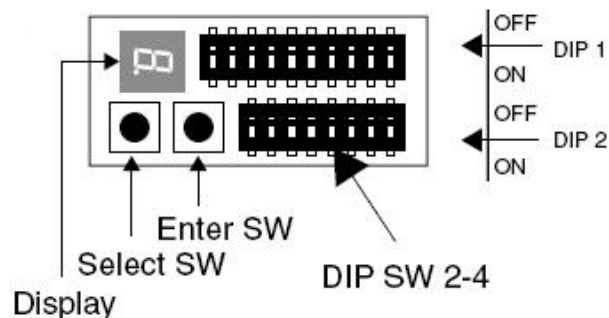

Abb.1
1. Stellen Sie sicher, dass der „DIP SW 2-4“ (s. Abb.1) auf „ON“ gestellt ist.
3. In Abb. 1 finden Sie auch die Position der nachfolgend benannten Schalter.
1. Stellen Sie sicher, dass der „DIP SW 2-4“ (s. Abb. 1) auf „**OFF**“ gestellt ist.
2. In Abb. 1 finden Sie auch die Position der nachfolgend benannten Schalter.
Hinweis: Schalter DIP SW 2-5 ist in Abb. 1 links von „DIP SW 2-4“.